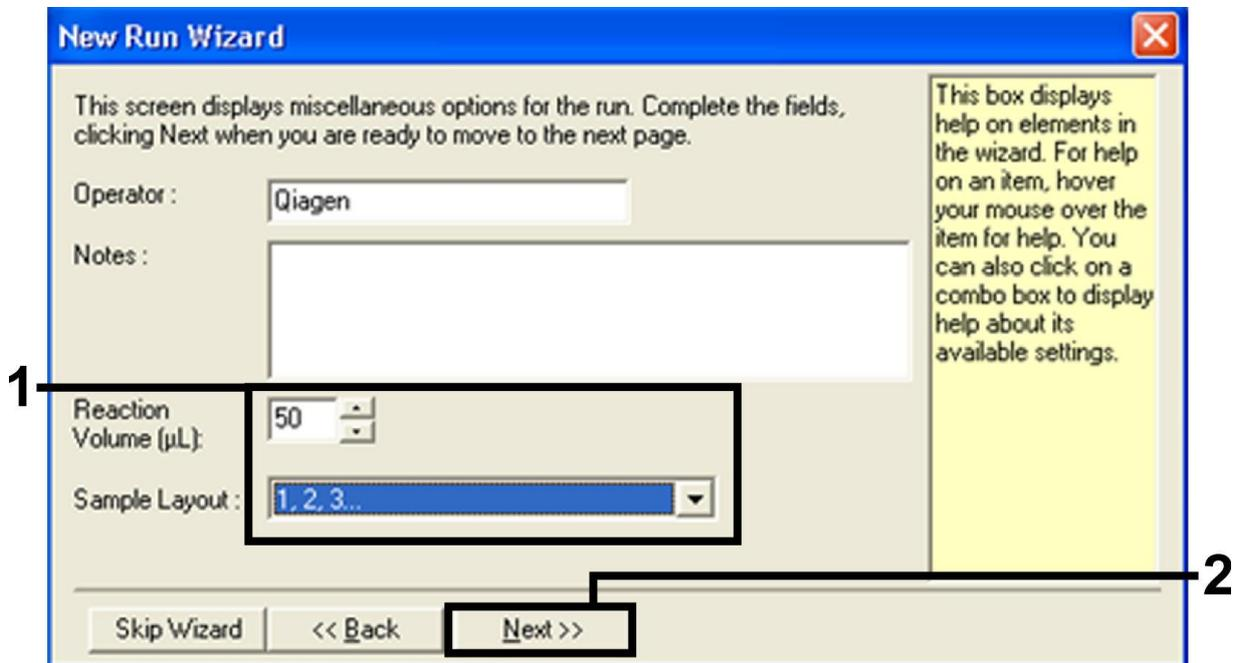

Abbildung 4. Einstellung der allgemeinen PCR-Parameter.
- Wählen Sie „50“ als das Reaktionsvolumen der PCR und klicken Sie auf „Next“ („Weiter“; siehe Abb. 4).